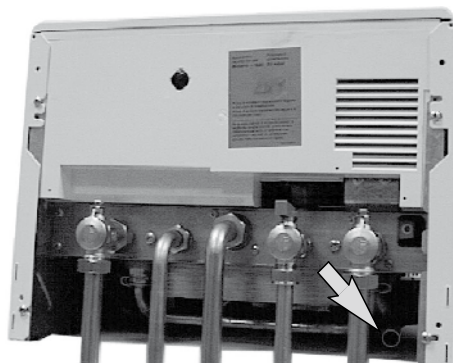

Fig. 5.4
- Conecte la descarga de la válvula de seguridad a un embudo de descarga Fig. 5.4.